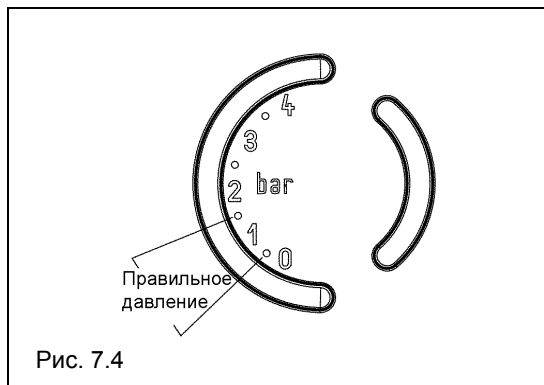

Рис. 7.4
- откройте на два-три оборота крышку на автовоздушнике (A);
- откройте кран подпитки так, чтобы отображаемое на манометре давление дошло до значения приблизительно 1 бар (рис. 7.4).